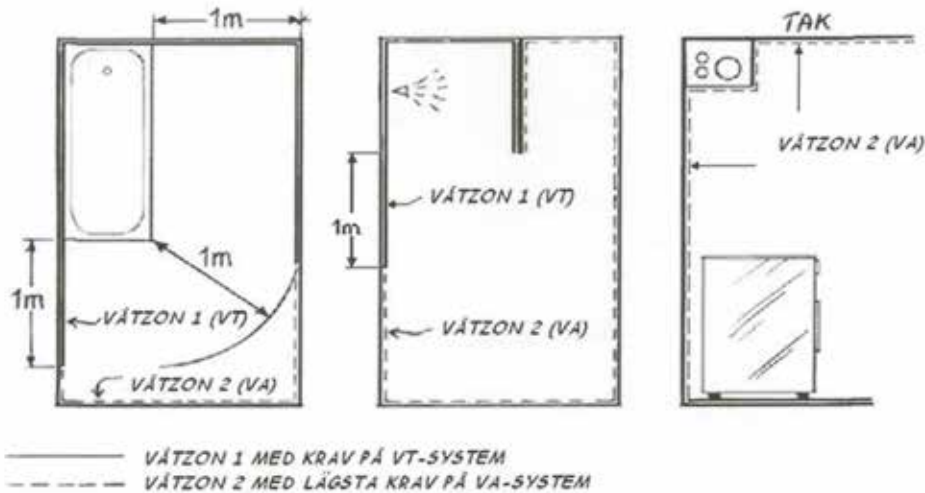

FIG. 1 Exempel på ytor med VT- respektive VA-system.
- Väggar i övriga utrymmen som ska kunna rengöras med vattenspolning eller utsätts för vattenspill. Se fig. 1.